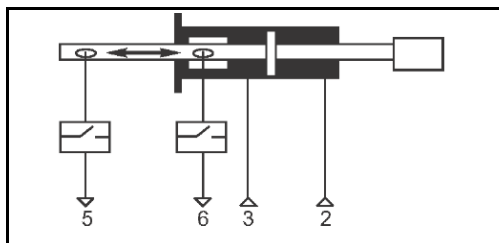

Рис. 11: Наклейка на блоке пневматических соединений
1. Схему подключения шлангов подачи сжатого воздуха см. на наклейке на блоке пневматических соединений (Рис. 11).